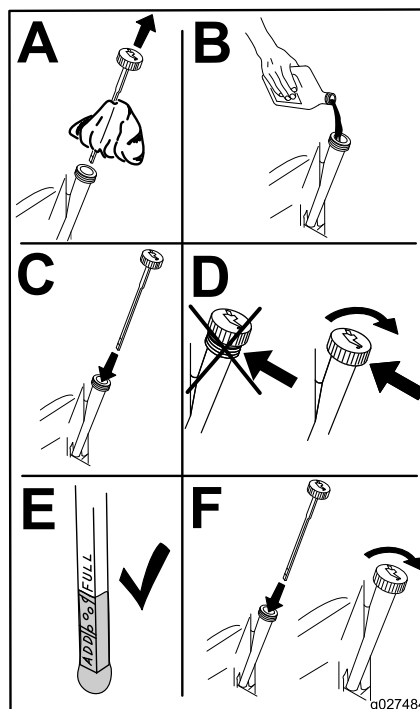

Figure 32
6. Versez lentement environ 80 % de l'huile spécifiée dans le tube de remplissage, puis faites l'appoint lentement jusqu'à ce que le niveau atteigne le repère maximum (**Full**) (Figure 32).